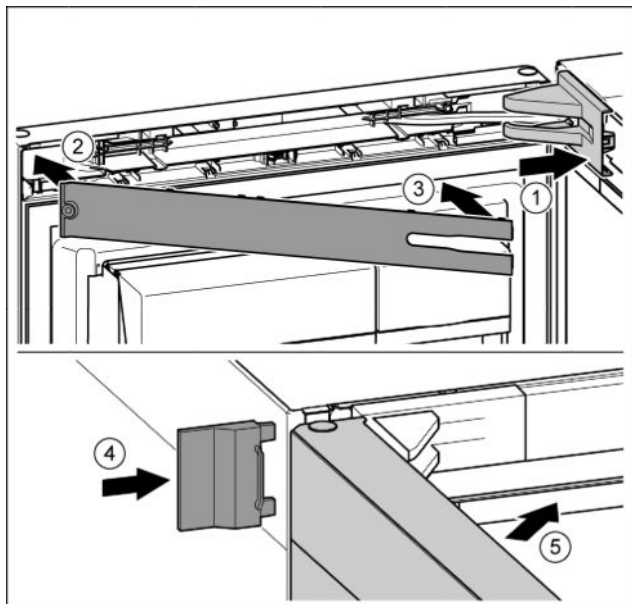

Fig. 48
- ▶ Крышку опорного кронштейна установить и зафиксировать, при необходимости, осторожно разрезать. Fig. 48 (1)
- ▶ Установить накладку. Fig. 48 (2)
- ▶ Наклонить и защелкнуть накладку. Fig. 48 (3)
- ▶ Надвинуть внешнюю крышку. Fig. 48 (4)
- ▶ Закрывать верхнюю дверь. Fig. 48 (5)